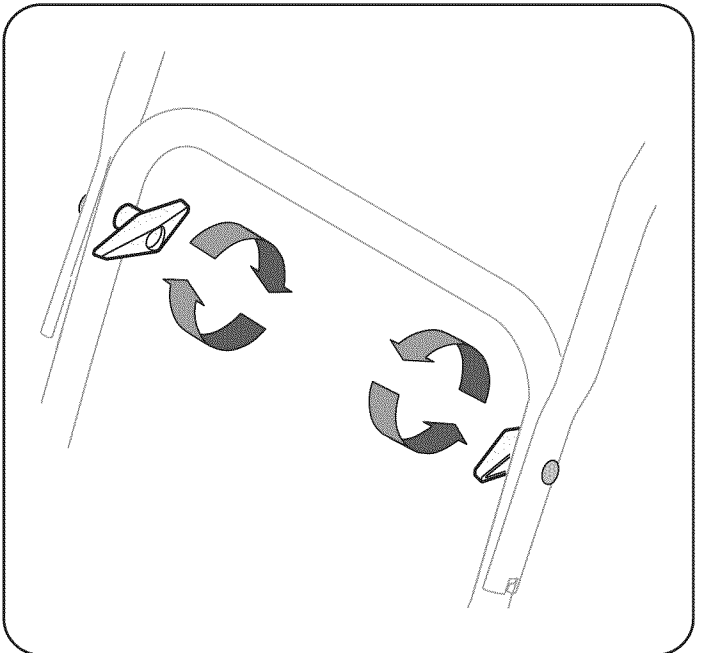

Figura 3
4. Asegure la manija ajustando la perilla a mariposa de plástico situada en los lados izquierdo y derecho de dicha manija. Vea la Figura 3. Retire y descarte todos las bandas de plástico, si las hubiera. Únicamente se utilizan para el empaque.